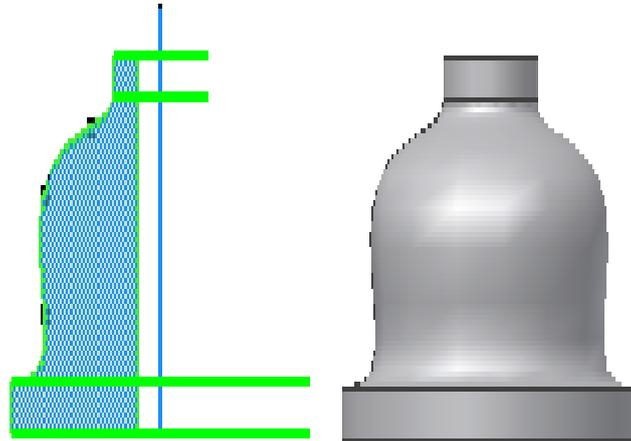

Figura 30. Antes y después de la revolución.
6. Pulse un botón de *Dirección* para revolucionar la operación en cualquier dirección equitativamente en ambas direcciones, ver la figura 30.